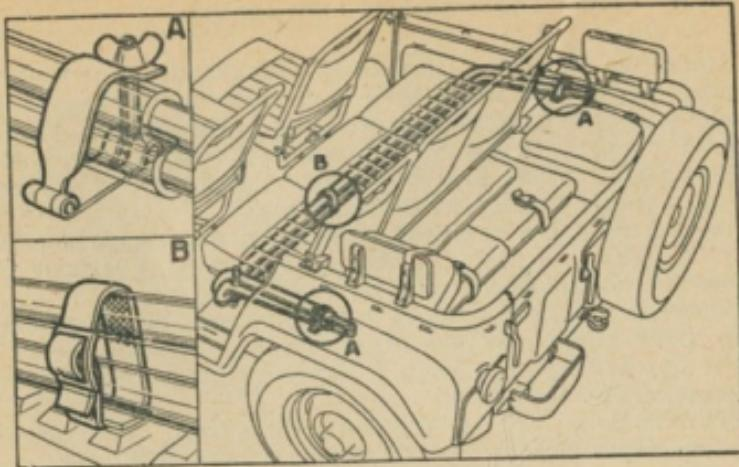

Рис. 135. Крепление дуг тента в кузове автомобиля:
3. Дуги тента закрепить в походное положение в кузове автомобиля как показано на рис. 135.